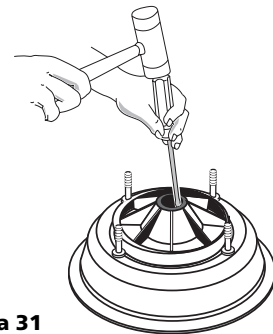

Figura 31
4. Coloque la mitad del cuerpo de la bomba con la cara hacia abajo sobre una superficie plana, y separe y extraiga la mitad estacionaria del sello (véase la Figura 31).